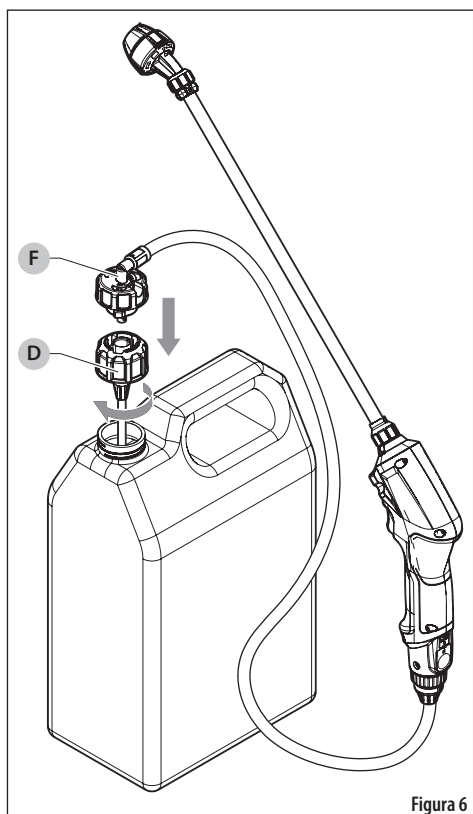

Figura 6
El pulverizador de varilla eléctrica se puede usar alternativamente con cualquier botella con una abertura de 38 mm usando la tapa RTU incluida (lista para usar) (D). Vea la Figura 6.